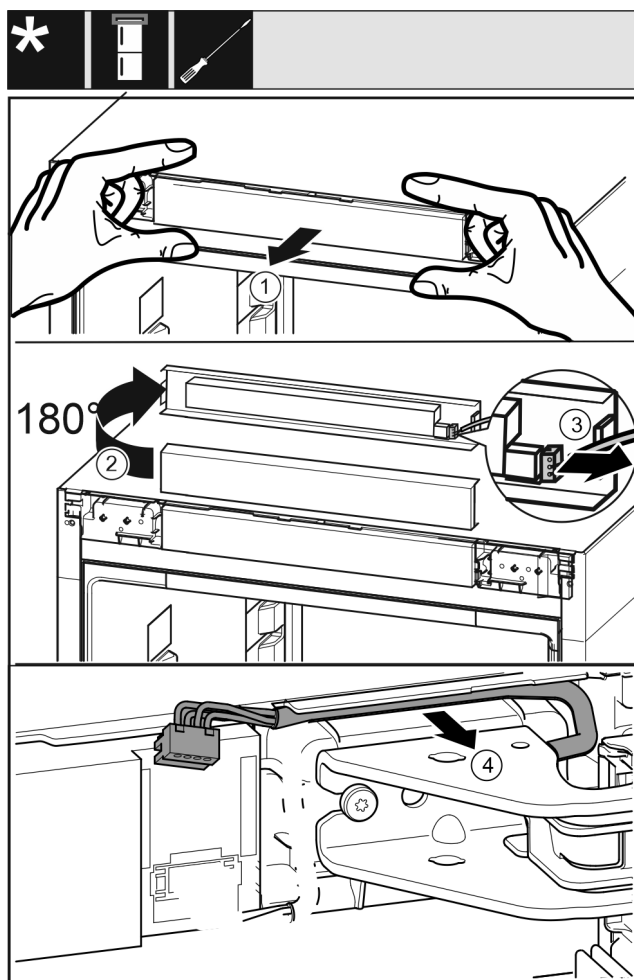

Fig. 18
- ▶ Atbrīvojiet vadības aizsegu Fig. 18 (1) uzmanīgi uz priekšu.
- ▶ Pagrieziet vadības aizsegu Fig. 18 (2) uz augšu par 180°.
- ▶ Spiediet fiksācijas izcilni Fig. 18 (3) uz aizmuguri un uzmanīgi izvelciet spraudni.
- ▶ Atbrīvojiet uzmanīgi kabeli Fig. 18 (4) virs gultņa balsta no vadotnes.